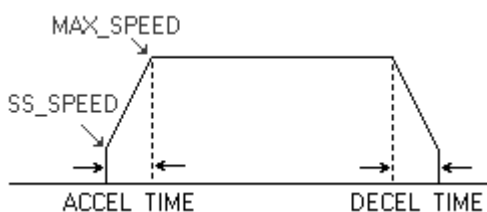

Fig. 2. Intervalli di accelerazione e decelerazione.
- intervallo di accelerazione (fig. 2)